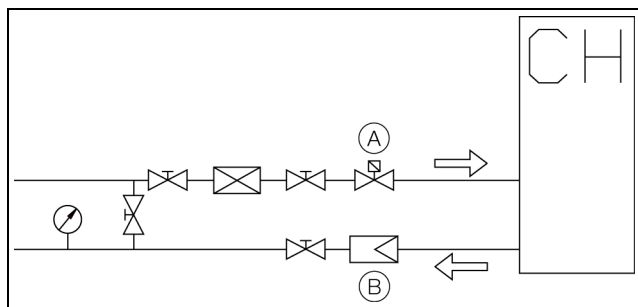

Fig. 26 : Exemple d'installation avec un clapet anti-retour et une électrovanne
- Une cuve d'eau qui n'est pas sous pression est installée dans le refroidisseur d'eau. Pour cette raison, il peut être installé uniquement au-dessus du récepteur. Pour une installation à faible hauteur, nous conseillons d'installer un clapet anti-retour dans le circuit aller ainsi qu'une électrovanne dans le circuit retour de l'agent de refroidissement (disponibles en option), pour éviter un éventuel débordement de la cuve (voir fig. 26)